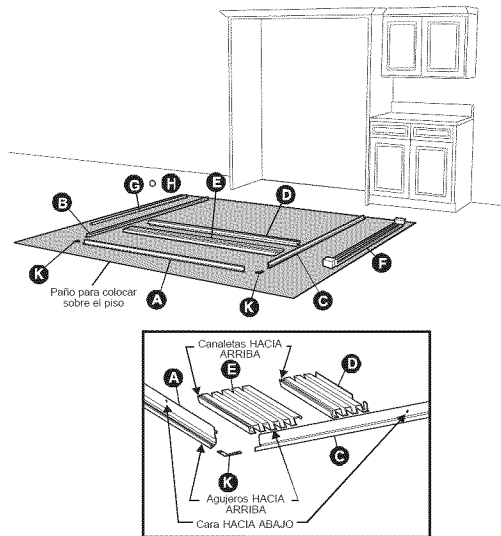

Figura 1
- Coloque las piezas boca abajo en un área despejada. Coloque un paño sobre el piso para evitar que se raye el juego de molduras o el piso. Véase la figura 1.